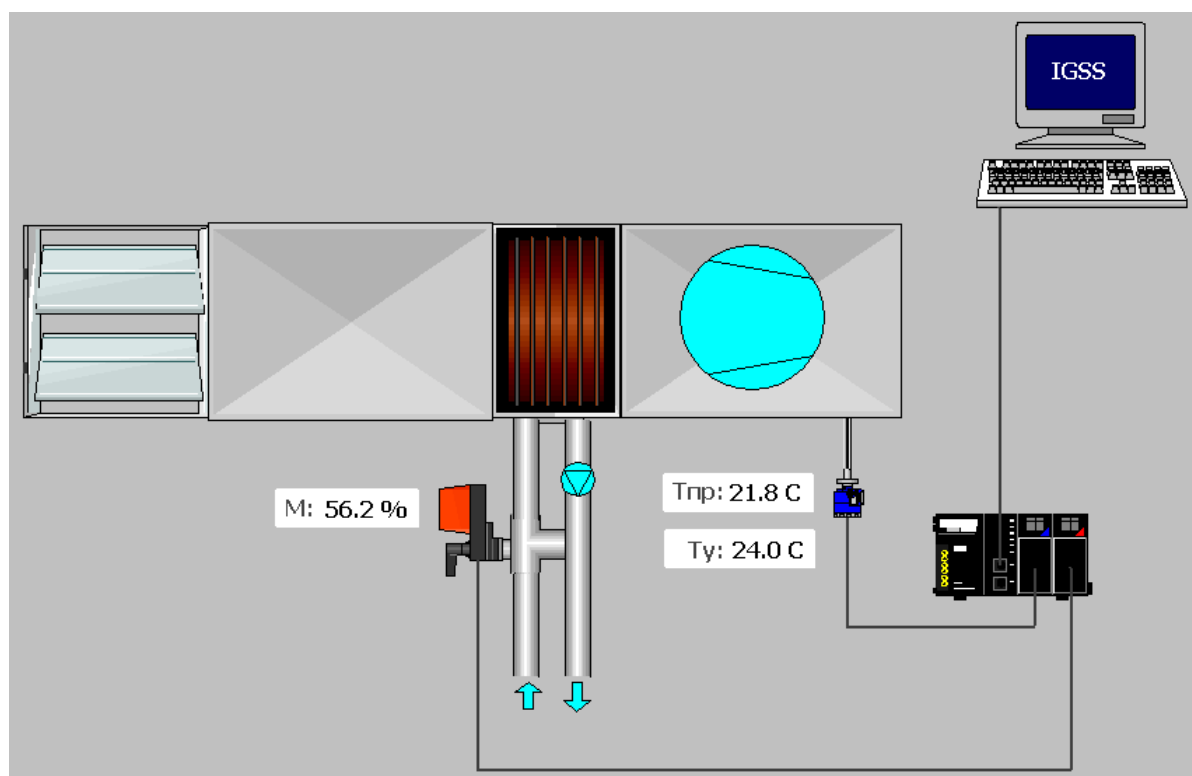

Рис. 7. — Мнемосхема приточно-вытяжной установки
- 10 Размещаем на диаграмме созданные объекты. Результат показан на рис. 7.